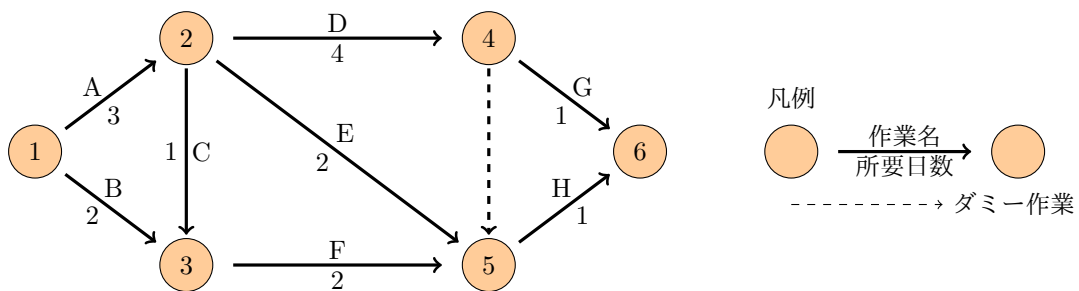

図4 アローダイアグラム
破線の矢印はダミー作業を表す。これは、実体のない作業で、結合点前後の関係のみを表す\*7。図4では④と⑤がダミー作業で結ばれている。これは作業 E, F に加え、作業 D が終了していれば、作業 H に着手できないことを表している。